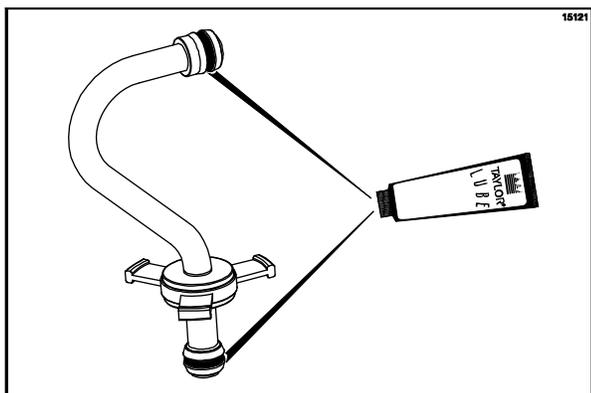

図153
11. フィードチューブの両端に、赤いリングを1個ずつ取り付け、たっぷりとループを塗ります(図153を参照)。